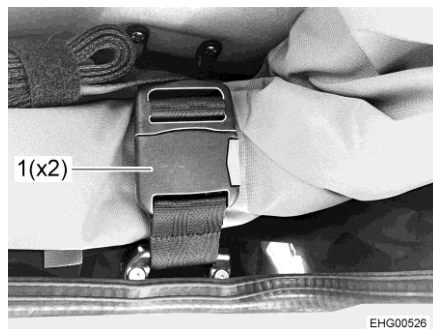

Fig. 31 Boucle de fermeture de sangle
- Ouvrir les deux boucles de fermeture de sangle (Fig. 31,1).